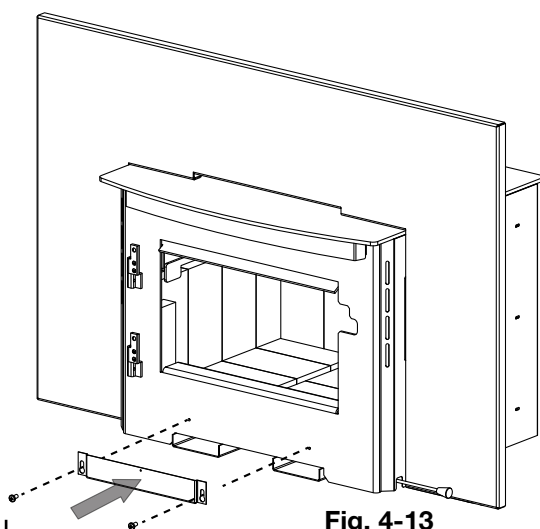

Fig. 4-13
- Installez le support de montage de la soufflerie en utilisant les deux vis de l'étape C (**Fig. 4-13**).